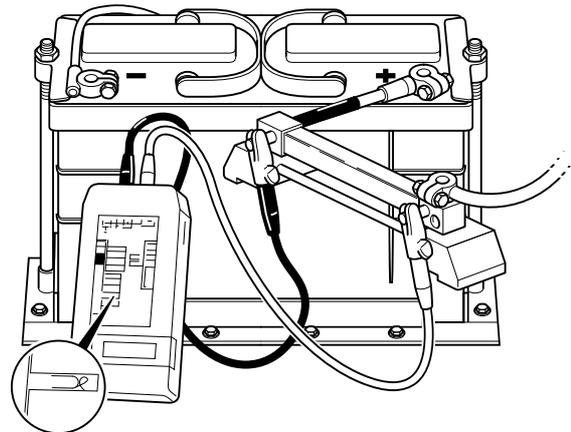

Fig 15.
- LH slider. ⇒ Fig 15. \(□ 6-24\).